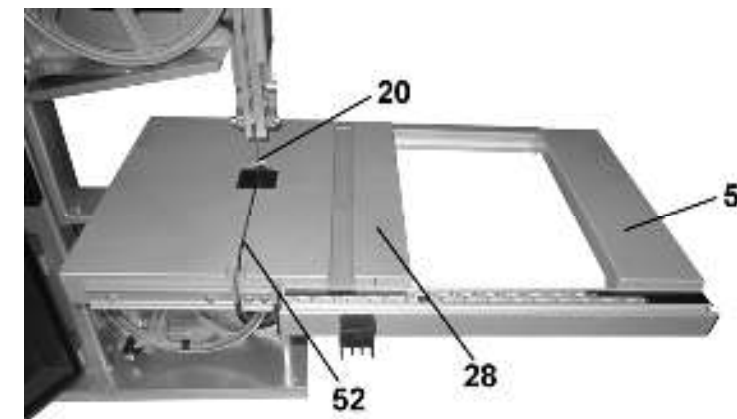

Рис. 10
11.7.5. Соблюдая меры предосторожности (надеть перчатки), через прорезь (52) рабочего стола (28) снимите пильную ленту (20), Рис.10.
11.7.6. При установке новой пильной ленты (20) убедитесь, что зубья пильной ленты (20) направлены вниз на рабочий стол (28), Рис.10.